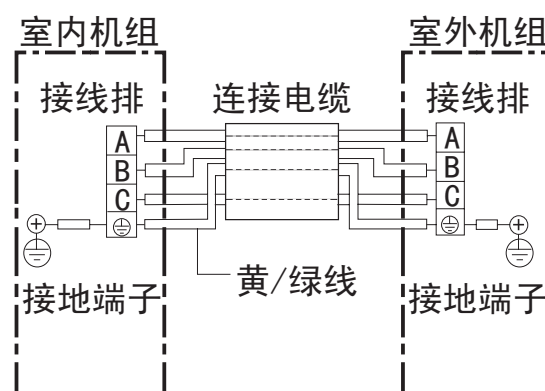

图27
(1) 用附件 ⑧ 连接电缆按接线图示要求正确地连接室内外机组，绝对不可连接错误（如图27）
(2) 连接电缆必须用室内外机组上的电线压板压紧。
- 接地线必须根据图27所示用连接电缆中黄/绿色导线接至带有“⊕”标记的接线端子上。